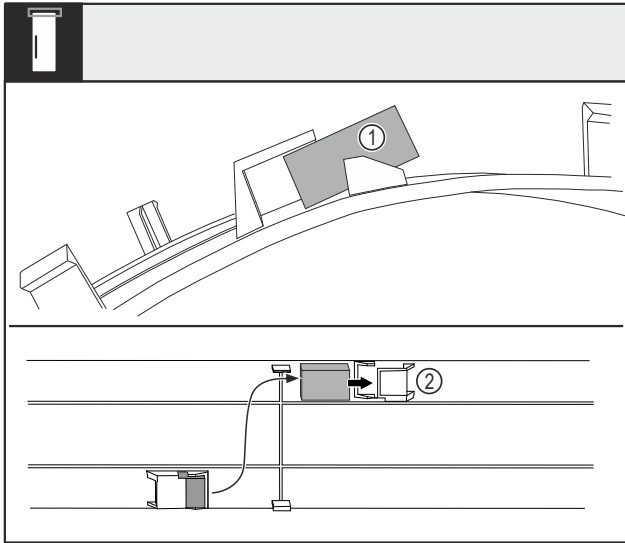

Fig. 14
- Plier le cache et retirer l'aimant de porte Fig. 14 (1) du logement.
- Insérer l'aimant de porte dans l'autre logement Fig. 14 (2).